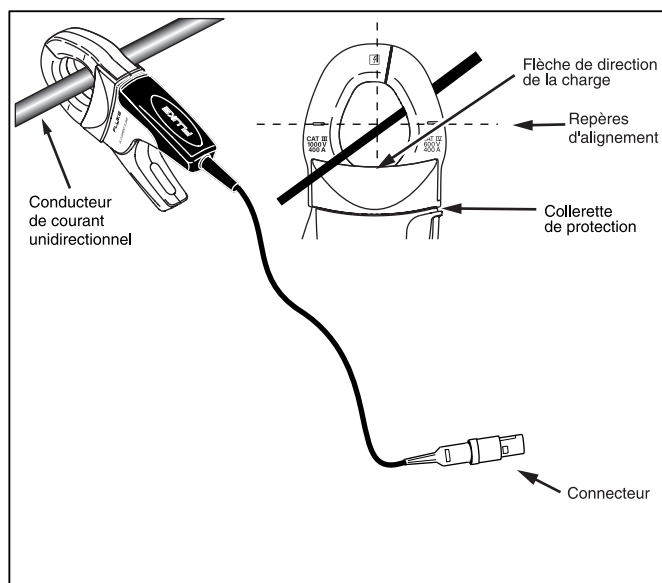

Figure 1. Configuration du 3140R
- Ne pas tenir la pince de courant au-delà de la collerette de protection, voir Figure 1.
Respectez les directives suivantes en établissant les mesures, voir Figure 1 :
**Pour éviter les chocs électriques ou les blessures, tenir les doigts derrière la collerette de protection, voir Figure 1.**